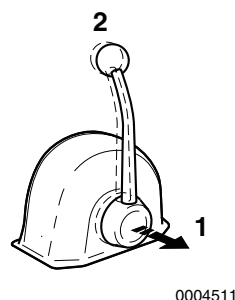

Figure 15
Lorsque vous tirez sur la poignée (**Figure 15, (1)**) , vous pouvez contrôler la vitesse du moteur sans engager l'engrenage marin. L'engrenage marin reste en position NEUTRE, aucune position de chargement. Tournez le bouton (**Figure 15, (2)**) vers la gauche pour bouger la poignée ou vers la droite pour la verrouiller.